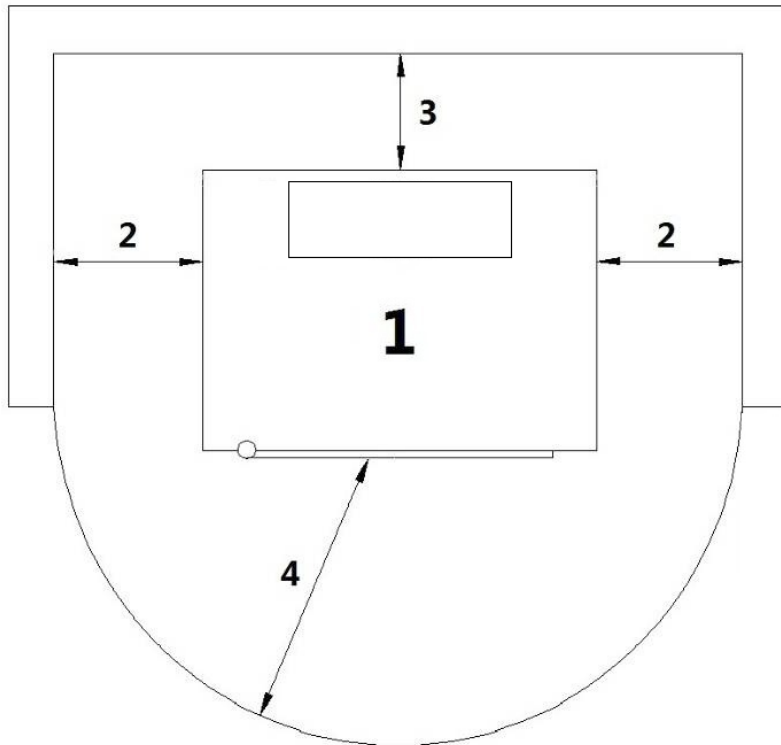

Fig. 13 - Installation générique
LÉGENDE Fig. 13 à page 49
- Il est obligatoire d'installer le poêle éloigné des murs et/ou meubles, avec un écart minimum de 200 mm aux côtes, de 200 mm derrière, afin de permettre un refroidissement efficace de l'appareil et une bonne distribution de la chaleur dans l'ambiance (voir **Fig. 13 à page 49**).
- Dans les normes de sécurité de feu il faut respecter les distances des objets inflammables ou sensibles à la chaleur (canapés, meubles, revêtements en bois etc...) selon **Fig. 13 à page 49**.
- Si les murs sont en matériel inflammable, contrôler les distances de sécurité (voir **Fig. 13 à page 49**).